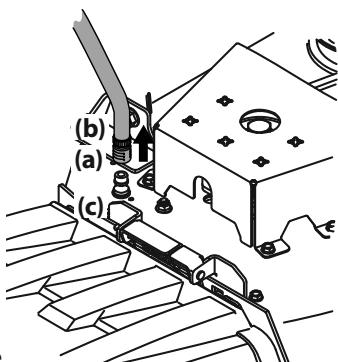

Figura 27
3. Tire del collarín de ajuste (a) del adaptador del pico (b) hacia atrás y empuje el adaptador del pico sobre el pico de lavado de la plataforma (c). Suelte el collarín de ajuste para tratar el adaptador del pico en el pico de lavado de la plataforma. Consulte la Figura 27.